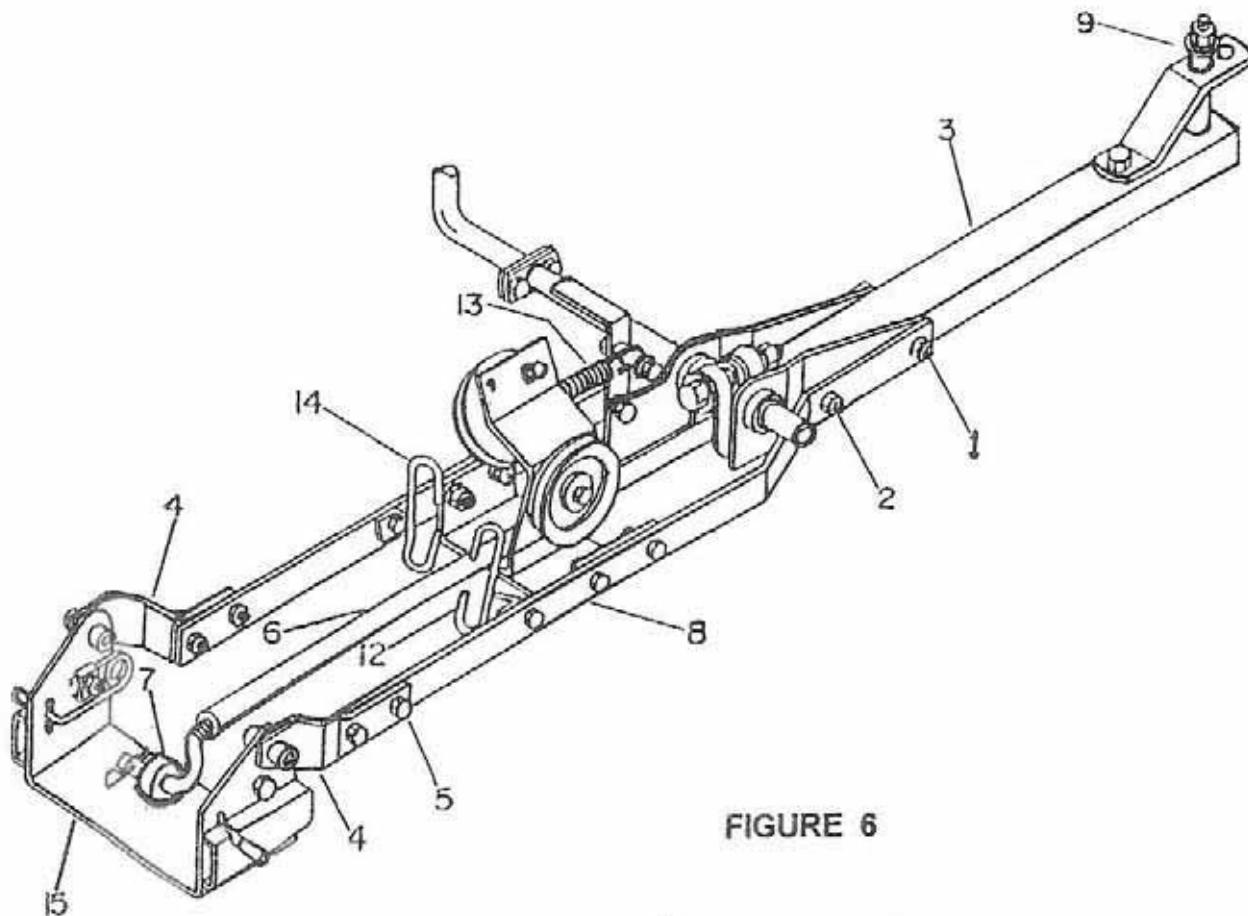

FIGURE 6
- a) Déplier le sous-châssis en dévissant les deux boulons (fig. 6, item 2). Placer le profilé en U (item 3) dans la position allongée et installer les deux boulons 7/16 X 1 1/4" (item 1), rondelles de blocage et écrous. Serrer légèrement. Allonger la partie avant (item 4) en desserrant les boulons (item 5). Fixer en place avec deux autres boulons de 3/8 X 1" et écrous. Serrer légèrement. Ajuster la longueur hors tout du bras de poussée à 32 3/16" sur le Tracteur de Jardin et à 32" sur le Tracteur à Pelouse en vissant ou dévissant le tige d'ajustement (item 7). Insérer la tige d'ajustement dans le trou du support de pivot (item 15) et fixer en place avec une goupille à ressort de 3mm.
IMPORTANT: Placer le sous-châssis sur une surface plate et assurez-vous que le profilé en U (fig. 6, item 3) et les plaques d'attache (item 4) soient bien en ligne avec le fer plat (item 8). Serrer fermement les boulons.